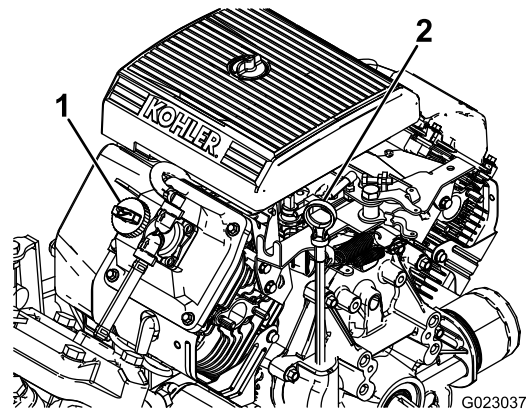

Bild 10
2. Nehmen Sie den Peilstab heraus und wischen Sie ihn mit einem sauberen Lappen ab (Bild 10).
4. Wenn der Ölstand niedrig ist, nehmen Sie den Fülldeckel von der Ventilabdeckung ab (Bild 10) und füllen Öl auf, bis der Ölstand die VOLL-Markierung am Peilstab erreicht. Angaben zur richtigen Ölsorte und zur Viskosität finden Sie unter Warten des Motoröls \(Seite 51\).